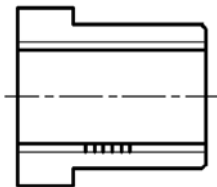

图 8-93 偏移结果
18) 创建偏移线。单击“偏移”按钮 , 设置偏移距离为“4”, 多次执行偏移操作, 得到的偏移结果如图 8-93 所示。